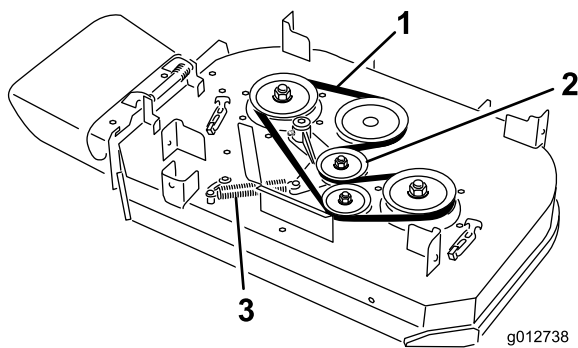

Figura 65
4. Retire a mola do perno do fixador no braço intermédio (Figura 65).
5. Retire a correia do cortador gasta (Figura 65).
6. Instale a nova correia do cortador em torno da polia da embraiagem, das polias da plataforma e da polia intermédia (Figura 65).
7. Instale a mola no perno do fixador no braço intermédio (Figura 65).
6. Instale a nova correia do cortador em torno das polias da plataforma e da polia intermédia (Figura 65).
5. Retire a mola do perno do fixador no braço intermédio (Figura 65).
6. Retire a correia do cortador gasta (Figura 65).
7. Instale a nova correia do cortador em torno da polia da embraiagem, das polias da plataforma e da polia intermédia (Figura 65).
8. Instale a mola no perno do fixador (Figura 65).